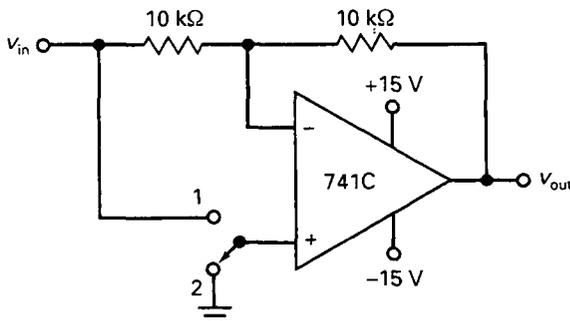

Figura 18-36
- 18-25. ¿Cuál es la ganancia de tensión en lazo cerrado para cada posición del conmutador de la Figura 18-36? ¿Y el ancho de banda?
- 18-26. Si la resistencia de entrada de la Figura 18-36 queda en circuito abierto, ¿cuál es la ganancia
- 18-27. Si la resistencia de realimentación de la Figura 18-36 queda en circuito abierto, ¿qué es lo más probable que ocurra con la tensión de salida?